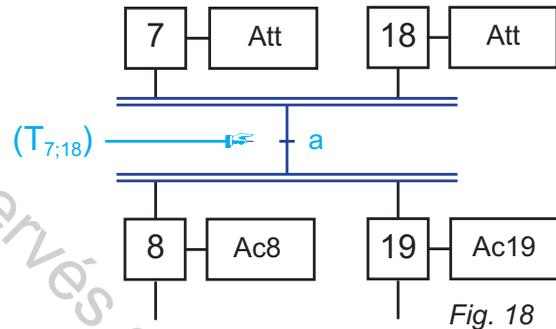

Fig. 18
Exemple: le franchissement de $T_{(7;18)}$ (fig. 18) entraîne l'activation des étapes (8) et (19) et la désactivation des étapes (7) et (18).